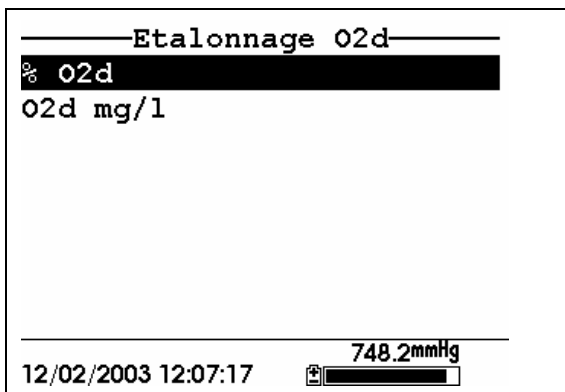

Figure 6.7 Ecran de calibrage de l'oxygène dissous
10. Appuyez sur **Entrée**. Ceci vous ramène vers l'écran de calibrage de l'oxygène dissous, reportez vous à la Figure 6.7 Ecran de calibrage de l'oxygène dissous.
10. Appuyer sur **Entrée**. Ceci vous ramènera à l'écran de calibrage de l'oxygène dissous. Reportez vous à la Figure 6.7 Ecran de calibrage de l'oxygène dissous.